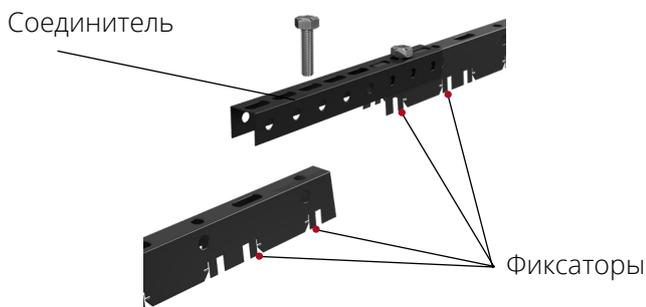

Рис. 4
- Соединитель стрингера (Рис. 4) – используется для наращивания стрингера по длине.